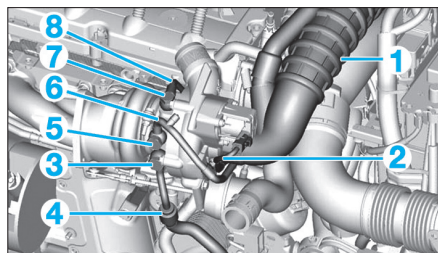

Fig. 53
- les fixations inférieures (23) du catalyseur,
- le catalyseur (24).
- Déposer le conduit d'air (1) (Fig.53).